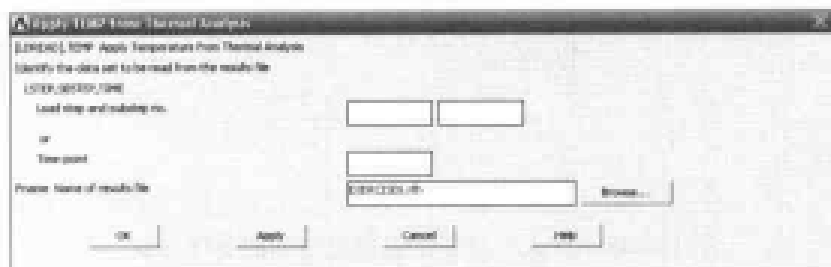

图 13-148 施加热分析温度载荷对话框
(5) 选择 Main Menu | Preprocessor | Loads | Define Loads | Settings | Reference Temp 命令, 出现 Reference Temperature 对话框, 在 [TREF] Reference temperature 文本框中输入 625, 单击 OK 按钮关闭该对话框。
(6) 选择 Utility Menu | Select | Everything 命令, 选择所有实体。
(7) 选择 Main Menu | Preprocessor | Loads | Define Loads | Apply | Structural | Temperature | From Therm Analy 命令, 出现 Apply TEMP from Thermal Analysis 对话框, 在 Fname Name of results file 文本框中输入 EXERCISE6.rth, 如图 13-148 所示, 单击 OK 按钮关闭该对话框。